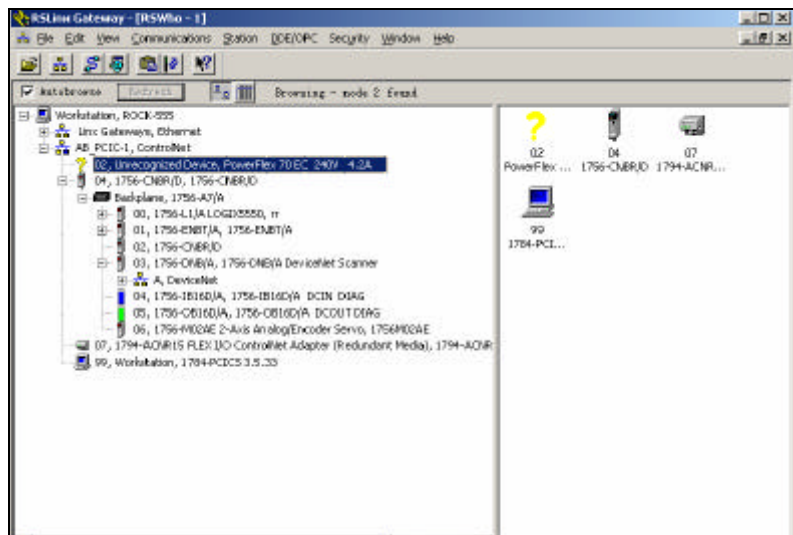

图 4-53 查看组态树
3. 点击 RsWho  图标，得到 Rslinx 的组态树，如图 4-53 所示。